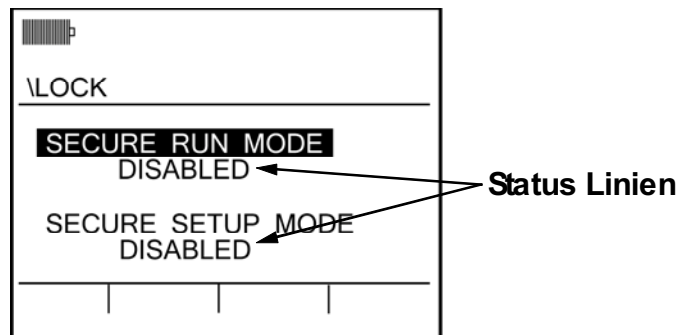

Bild 5-6: LOCK Anzeige
Von der Start- Anzeige über die LOCK-Softkey- Eingabe gelangt man in die Sicherheits- Anzeige, in der beide Arten der Sicherheit (für Betriebsmodus und Einrichtungsmodus) angezeigt werden (Bild 5-6).
1. In der Start Anzeige drücken Sie den LOCK Softkey um in die LOCK Anzeige zu kommen.. (Bild 5-6). SICHERER BETRIEBSMO. ist vorgegeben.
2. In der Start Anzeige drücken Sie den LOCK Softkey um zur LOCK Anzeige zu kommen. (Bild 5-6).